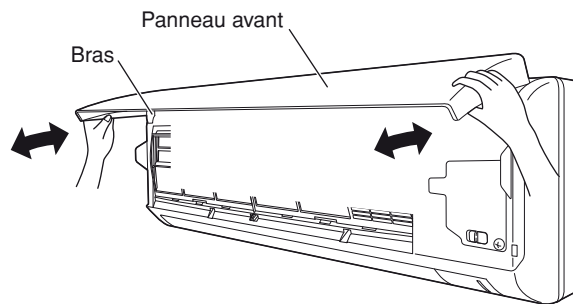

Fig. 16-2
- (1) Ouvrir le panneau avant jusqu'à ce qu'il soit presque horizontal, saisir les sections proches sur les deux côtés des bras du panneau avant, puis tirer vers soi pour déposer le panneau avant. (Fig. 16-2)